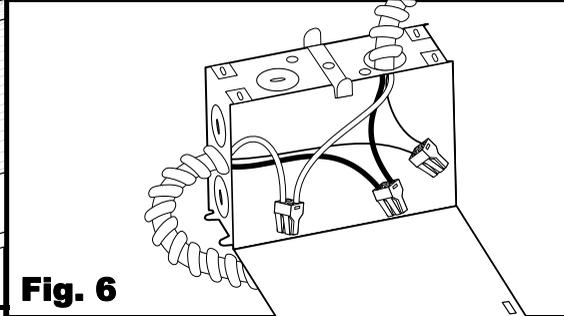

Fig. 6
5. Quite un troquel para llevar los cables de suministro a la caja de cables. Conecte el cable de suministro negro al cable negro del marco usando un empalme. Conecte el cable de suministro blanco al cable blanco del marco usando un empalme. Conecte el cable de alimentación a tierra al cable de tierra del marco usando un empalme. [Fig. 6]